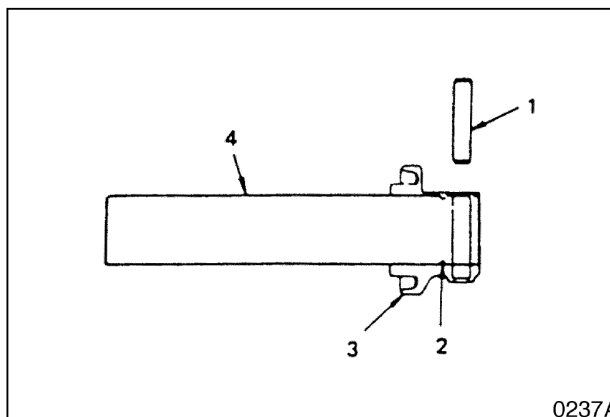

Рис. 34
3. Выровняйте отверстие для штифтов (фиксаторов) фланца (3, рис. 34) и оси (4) и соедините фланец штифтом (1).